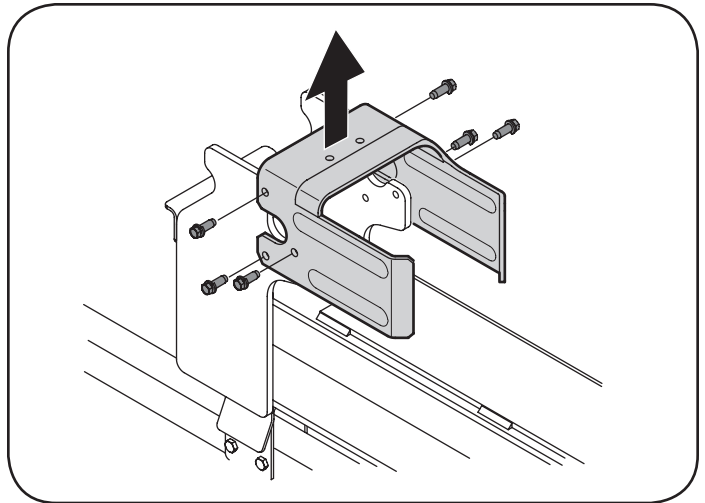

Figura 3-4
2. Desconecte el dislodger del rayo soldado el anaquel por quitando los seis tornillos de maleficio. Ver la Figura 3-4.